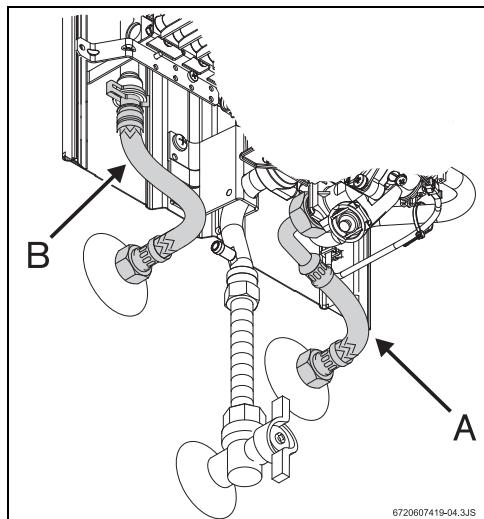

Рис. 13 Подключение водопровода
- ▶ Следить за тем, чтобы при подключении не перепутать место подсоединения водопровода холодной воды (рис. 13, [поз. А] - не поставляется с оборудованием) с местом подсоединения водопровода горячей воды (рис. 13, [поз. В]).